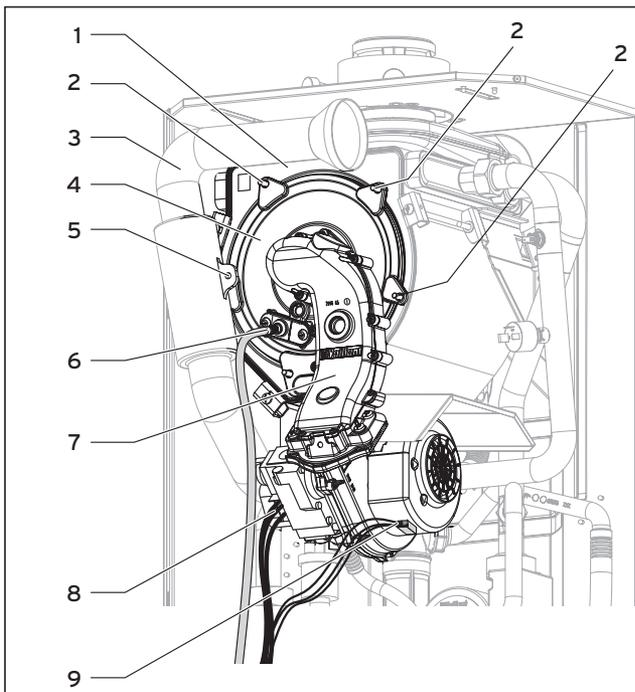

Abb. 7.3 Thermo-Kompaktmodul einbauen
- Stecken Sie das Thermo-Kompaktmodul (4) auf den Integral-Kondensations-Wärmetauscher (1) (Abb. 7.3).
- Schrauben Sie die 5 Muttern (2) gleichmäßig über Kreuz fest.
- Setzen Sie das Luftansaugrohr (3) am Ansaugstutzen auf, und ziehen Sie die Schraube (5) fest.